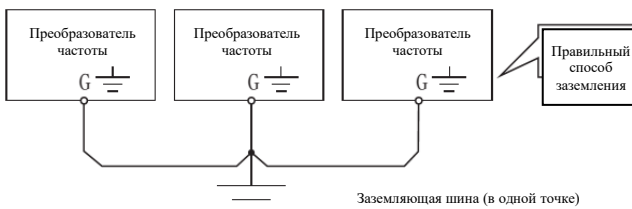

Рис. 1-1
- В целях безопасности, заземляющие клеммы преобразователя частоты должны быть надежно заземлены, во избежание воздействия помех общего импеданса заземления, заземление нескольких преобразователей должно осуществляться одним заземлением, как показано на рис. 1-1.